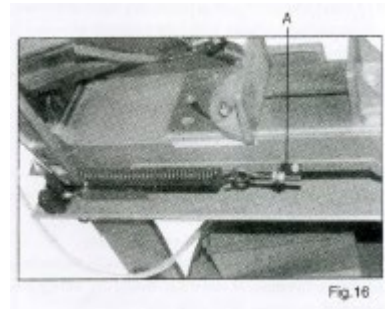

Fig. 16
4. Justera till ca 5–6 kg genom att vrida bulten (A – fig. 16).